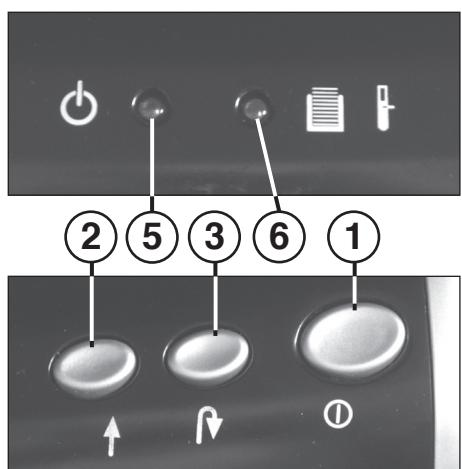

Fig. 1
BEDIENING**BEDIENINGSELEMENTEN:****1 = Drukschakelaar „Gereed“ (Fig. 1)**
2 = Vooruittoets (Fig. 1)
3 = Achteruittoets (Fig. 1)
5 = Controlelampje „Gereed“ (Fig. 1)
6 = Controlelampje (rood / geel) (Fig. 1)**a) „Opvangbak vol“ (rood)**
Machine met de drukschakelaar (1) (Fig. 1) inschakelen. Controlelampje (5) (Fig. 1) gaat branden.
Indien de opvangbak voor papier vol is, schakelt het apparaat uit. Een signaaltoon weerklinkt. Het controlelampje (6) (Fig. 1) brandt (rood).
- Neem de opvangbak (9) met opvangbakje (10) uit de behuizing.
- De signaaltoon stopt. Controlelampje (6) (Fig. 1) gaat uit.
U gelieve erop te letten dat het apparaat,s nachts uitgeschakeld is (drukschakelaar (1) (Fig. 1) bedienen).